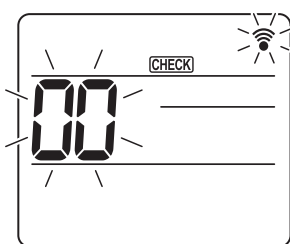
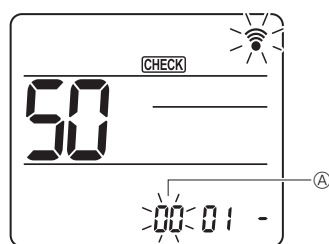
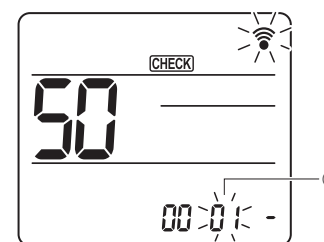
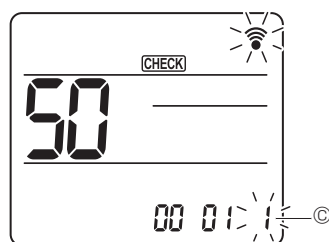

Fig. 7-16
Fig. 7-17
Fig. 7-18
Fig. 7-19
#### 7.4.2. À l'aide de la télécommande sans fil (Fig. 7-16, Fig. 7-17, Fig. 7-18, Fig. 7-19)
① Accès au mode de sélection des fonctions
- Appuyez sur la touche [MENU] pendant 5 secondes. (Commencez cette opération lorsque l'affichage de la télécommande est éteint.) [CHECK] s'allume et "00" clignote. (Fig. 7-16)
② Réglage du numéro d'appareil
- Appuyez sur les touches [DOWN] pour régler le numéro d'appareil ①. (Fig. 7-17)
③ Sélection d'un mode
- Appuyez sur les touches [DOWN] pour régler le numéro de mode ②. (Fig. 7-18)
④ Sélection du numéro de réglage
- Utilisez la touche [DOWN] pour changer le numéro de réglage ③. (Fig. 7-19)
⑤ Pour sélectionner plusieurs fonctions à la suite
- Répétez les sélections ③ et ④ pour modifier les réglages de plusieurs fonctions à la suite.
⑥ Fin de la sélection de fonction